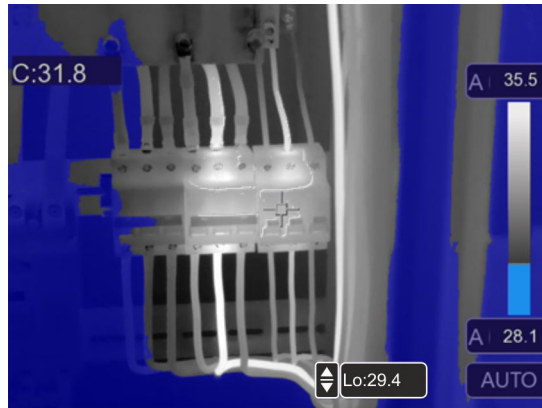

Fig. 41: Sélection isotherme de l'alarme au-dessous de la température
7. Appuyez sur le champ « Lo » en bas de l'écran et utilisez les touches fléchées ▲ ou ▼ pour définir la valeur seuil de température **minimale** en dessous de laquelle le compteur affiche les points de l'image en bleu et les points restants en gris (voir Fig. 41)